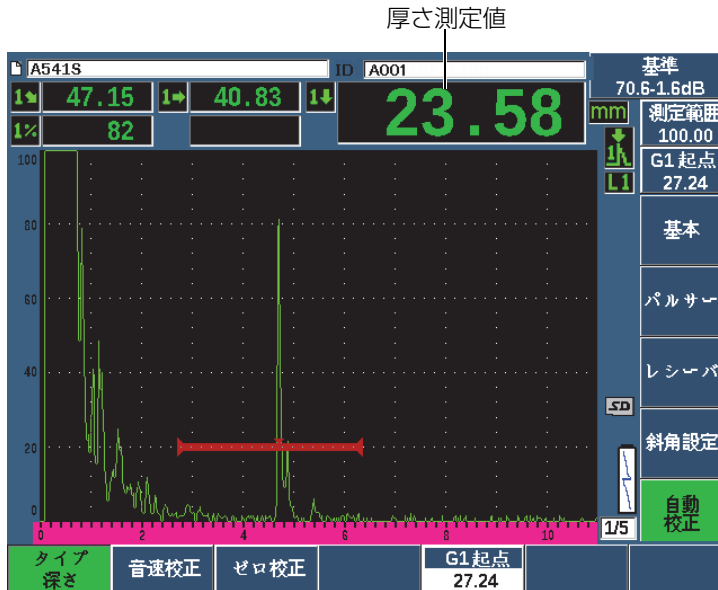

図 9-26 ゼロ校正におけるゲート信号の例
4. **G1 開始**ボタン（P5 キー）を使用し、試験片の横穴（SDH）からの 1 番目の反射源がゲート高さを越えるようにゲート 1 を配置します。この反射エコーは、およそ 225 mm（0.5 インチ）の位置に現れます（191 ページの図 9-26 参照）。